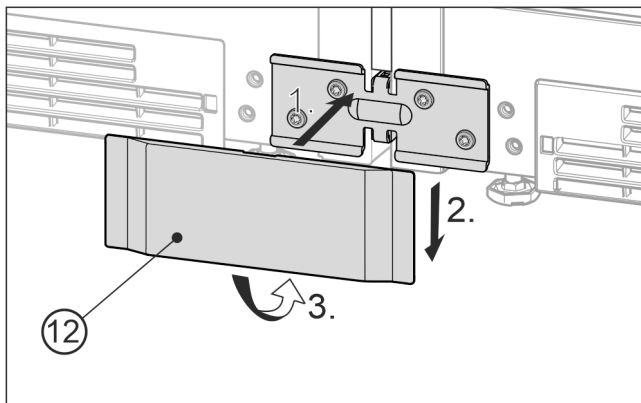

Fig. 24 Примерное отображение
- ▶ Насадите нижнюю крышку Fig. 24 (12) спереди на угол Fig. 24 (1), сдвиньте вниз Fig. 24 (2) и зафиксируйте снизу Fig. 24 (3).